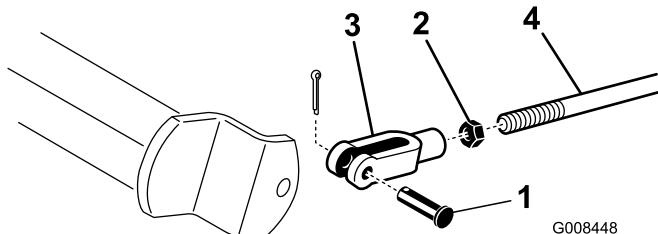

Figura 53
2. Nel caso in cui i freni non si bloccino in modo uniforme, togliete la coppiglia ed il perno del cavallotto per scollegare le aste dei freni (Figura 53).
3. Allentate il controdado e regolate il cavallotto come opportuno (Figura 53).
4. Montate il cavallotto sull'albero del freno (Figura 53).